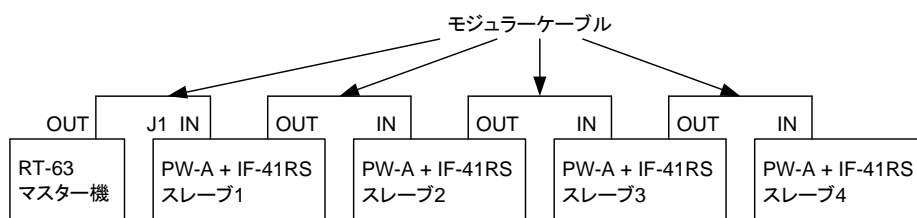

図 8-3. RT-63 を使ったリモートコントロール
- RT-63(当社製品リモートコントローラ)をマスター機として図 8-3. のように接続すれば同時に 4 台の PW-A 電源(IF-41RS 内蔵)を次の項目に関して制御できます。
- ① MAIN OUTPUT KEY の ON/OFF
- ② PRESET KEY 1.2.3.4 の切替え(PRESET KEY 4 は VARIABLE KEY で選択)